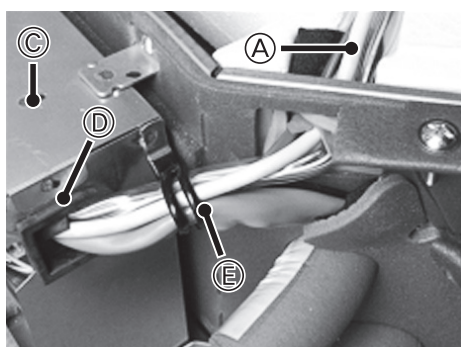

Fig. 4-3
- (3) Passe o cabo de junção sem fios pelo CASQUILHO (BUSH) da caixa de componentes elétricos e, em seguida, ligue o cabo à placa de controle interior CN90. (Fig. 4-3)
- (4) Fixe os cabos e os fios com o grampo.